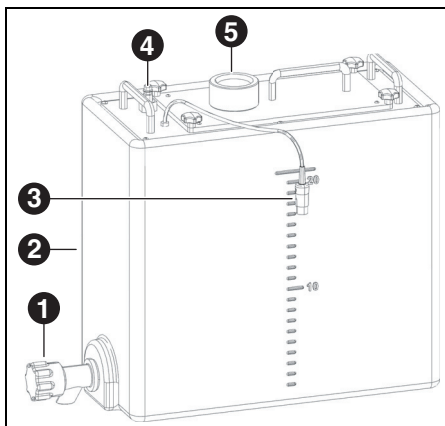
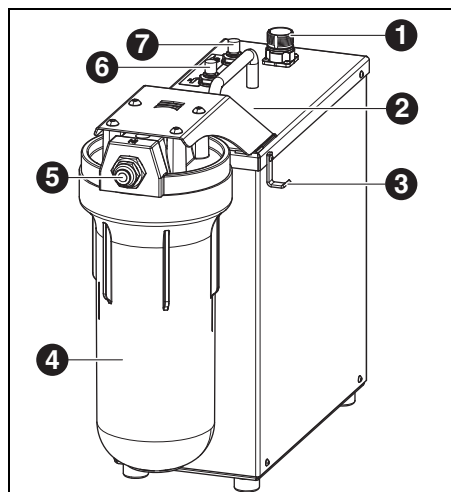

Fig. 5 Raccordements unité d'alimentation
Fig. 6
- ▷ Connecter l'interface de commande de l'unité de pompage à l'arrière de la machine d'usinage ([9] sur la figure 3) ainsi qu'à l'unité de pompage ([1] sur la figure 6) au câble de commande.
- ▷ Relier l'interface ([3] sur la figure 5) à l'unité de pompage ([2] sur la figure 6).
- ▷ Relier la connexion de l'unité de pompage ([4] sur la figure 5) à l'entrée du réfrigérant-lubrifiant ([5] sur la figure 6).